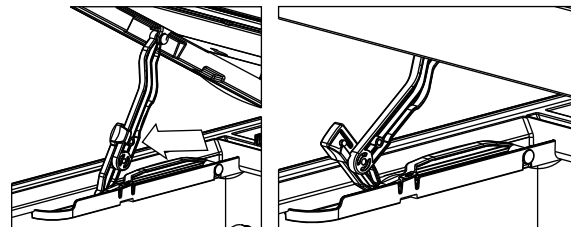

図25：フードを閉める
18. フードを閉める場合は上記の手順を逆に行ってください。まず、30度のポジションにし、そして水平ポジションにします。図25に示す通り手前方向に押し、アッパーおよびミドルレグを折り曲げます。